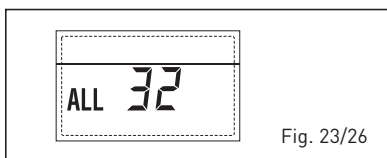

Fig. 23/26
- **ANOMALÍA COMUNICACIÓN FICHA RS-485 EN MODALIDAD MODBUS "ALL 33" (fig. 23/27)**